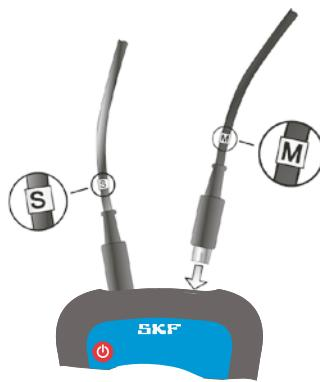

图9. 连接测量单元与显示单元
- b) 连接两个测量单元与显示单元。需要保证连接线接头与显示单元的正确连接。见图9。